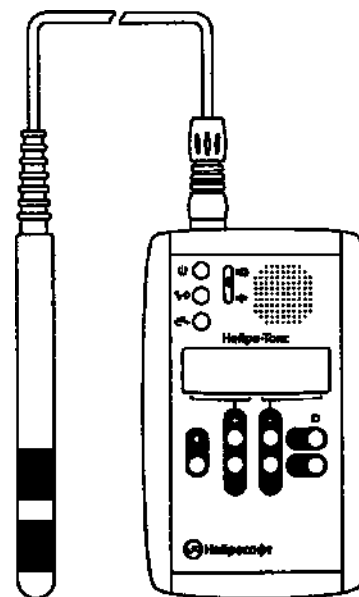

Рис. 13. Подключение ректального электрода
4. Подключите ректальный электрод к разъему для подключения электродов на электростимуляторе (рис. 13).